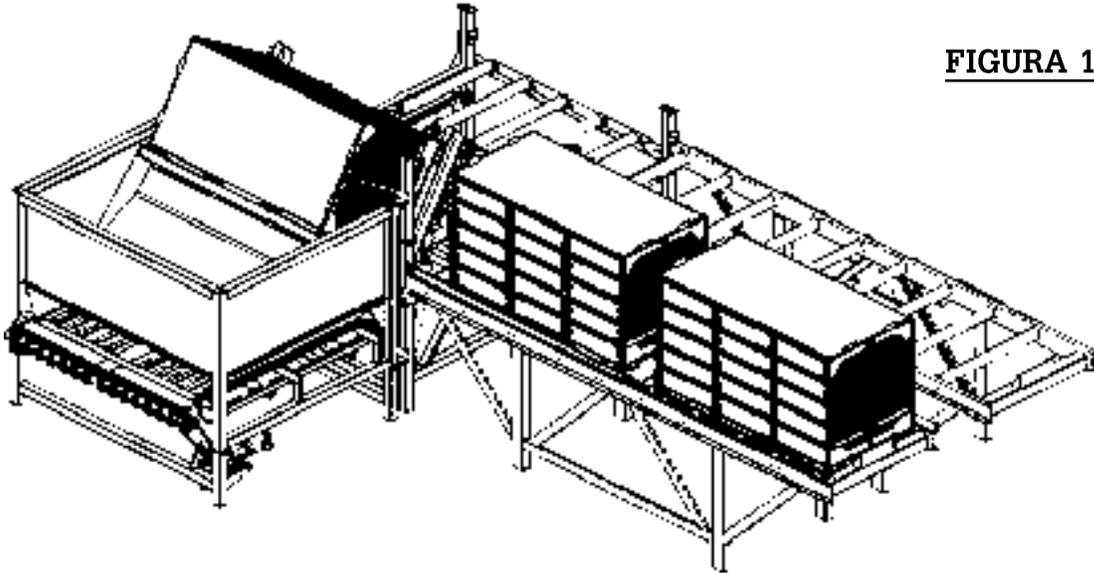

FIGURA 11
11. Tire de la tercera palanca hidráulica (VOLTEO DEL DESCARGADOR) y manténgala hasta que los cilindros de la cuna estén completamente extendidos. Los cilindros están completamente extendidos cuando la cuna deja de inclinarse hacia arriba. Entonces suelte la palanca (Ver la figura 11).